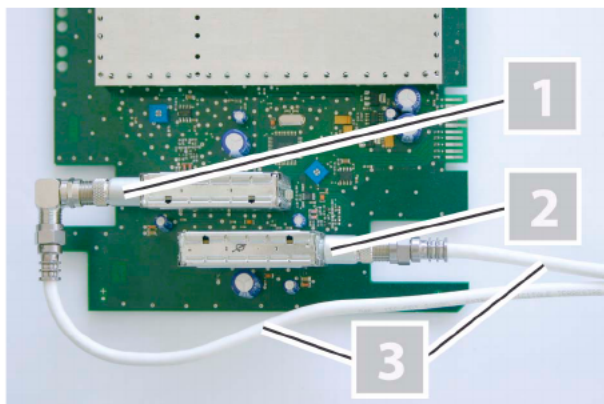

Bild 2: Verkabelung ohne Vorsteckfilter
2. Schrauben Sie die F-Stecker des Verbindungskabels jeweils auf die beiden Eingänge. Zur Verbindung des Tuners B müssen Sie einen Winkelstecker verwenden, damit der Gehäusedeckel des Basisgeräts problemlos zu verschließen ist (siehe Bild 2, oben).